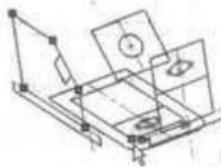
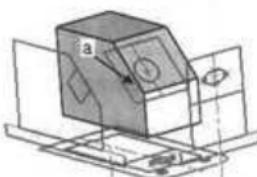

图 2-54 选取线段与点
图 2-55 拉伸特征
(12) 接着开始进行草图转换为实体的操作。按住<Ctrl>键选取如图 2-54 所示的线段和点，这里封闭的线段表示拉伸的实体面，而点表示拉伸的基点。单击 2D 到 3D 工具栏中的 (拉伸) 工具，显示“拉伸”属性管理器，单击 (深度) 按钮后，移动鼠标指针到图形区域单击如图 2-54 所示的线 a 表示拉伸的深度，单击 (确定) 按钮，完成拉伸特征的绘制，如图 2-55 所示。